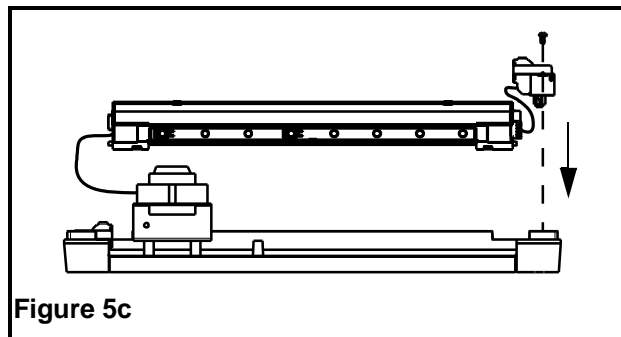

Figure 5c
- b. Réinstallez le module électronique ainsi que la plaque de fixation, cette fois orienté tel qu'illustré à la (figure 5c). Rebranchez le filage du transformateur au module électronique.